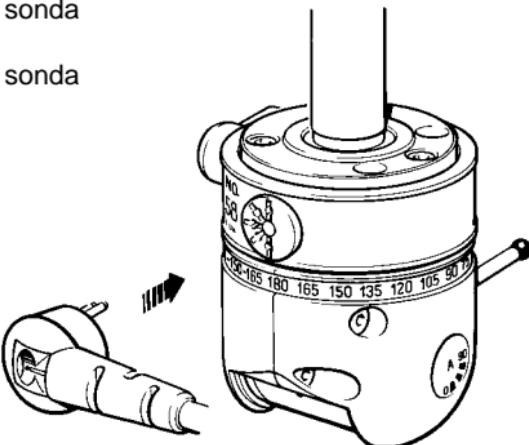

Figura 3 - Collegamento segnale sonda
4.3 Collegamento segnale sonda (Vedi Figura 3)